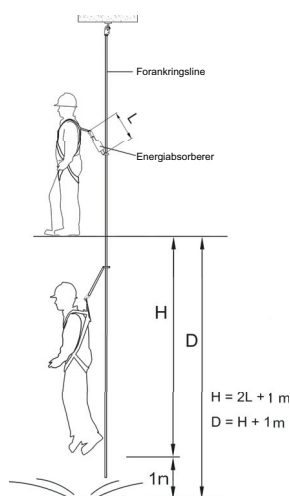

Fig. 1 Stoppavstand og klaring for fallsikringsutstyr
- For krav til maksimal stoppavstand (H) og minimumskravet til klaring for fallsikringsutstyr (D), se fig. 1 (L er lengden på energiabsorbenten).